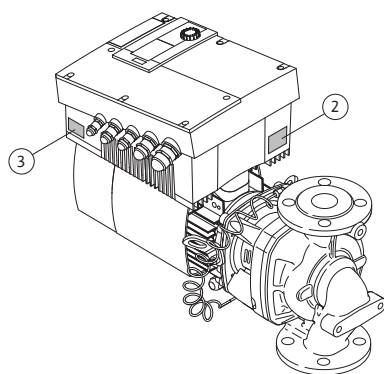

Fig. 12: Розміщення заводських табличок:
- Заводська табличка приводу знаходиться на електронному модулі з боку кабельних ввідів (Fig. 12, п. 3). Електричне під'єднання слід виконувати згідно до даних, наведених на заводській табличці приводу.